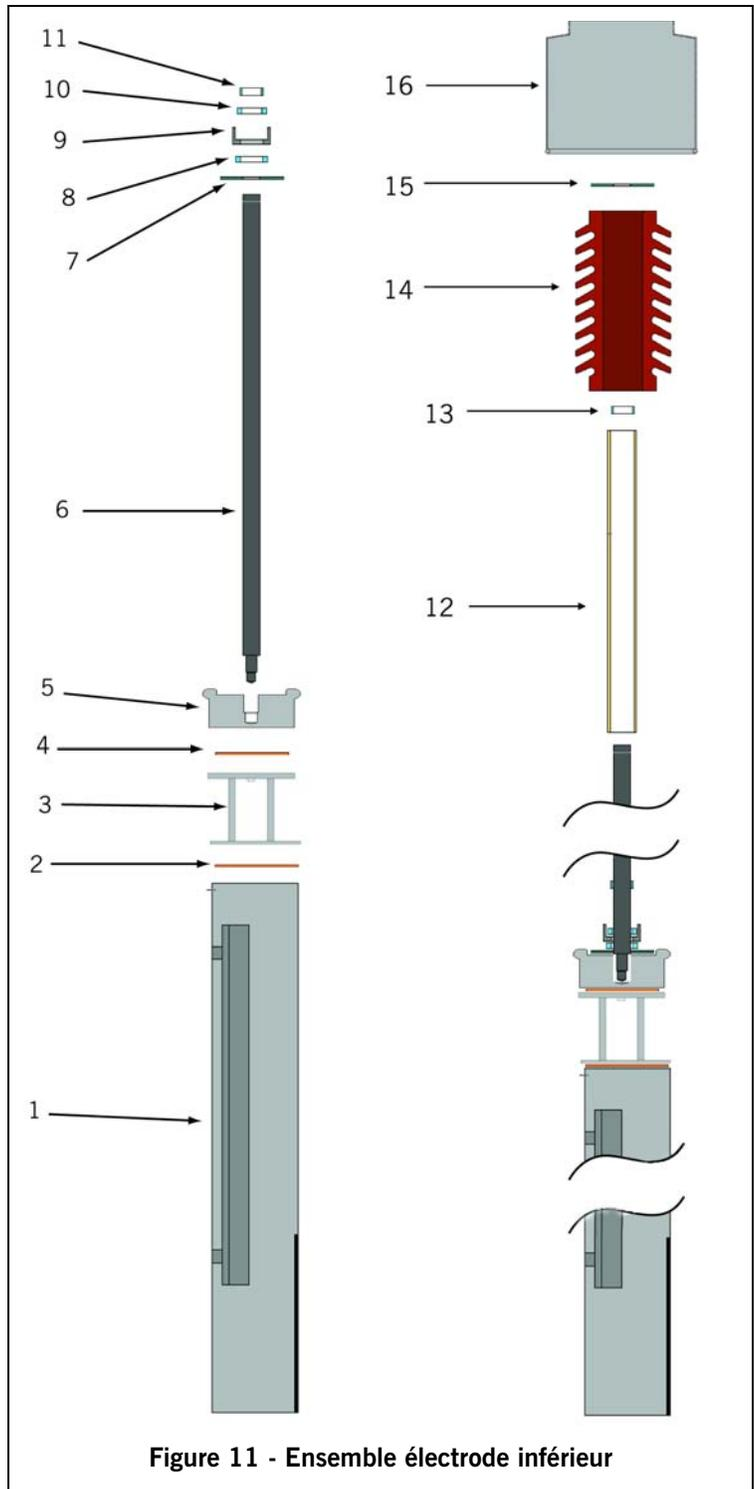

Figure 11 - Ensemble électrode inférieure
5. Remplacez l'électrode dans la chaudière et installez de nouveau le bouclier et la plaque d'électrode et le boîtier à l'intérieur du réservoir, encore une fois en prenant soin de ne pas endommager l'électrode. Vérifiez les dégagements et les dimensions pour l'ensemble contre les dessins de la chaudière pour vous assurer que l'électrode a été positionnée correctement. Serrez l'écrou de la tige de l'électrode à 678 Nm (500 pi-lb), en vous assurant que la tige ne tourne pas. Voir Figures 11 et 12 pour les composants de l'électrode et l'ordre d'assemblage.